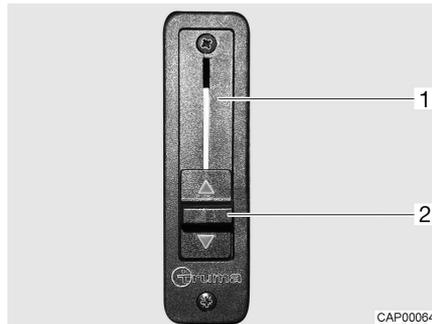

Bild 4 Schieberegler für Strangsperr
- Schieberegler (Bild 4,2) ganz nach oben schieben. Die Strangsperr (Bild 4,1) ist geöffnet. Die Wohnraumheizung beheizt auch die Frontscheibe.
- Schieberegler (Bild 4,2) ganz nach unten schieben. Die Strangsperr ist geschlossen. Wohnraumheizung und Heizung des Basisfahrzeugs sind voneinander getrennt.